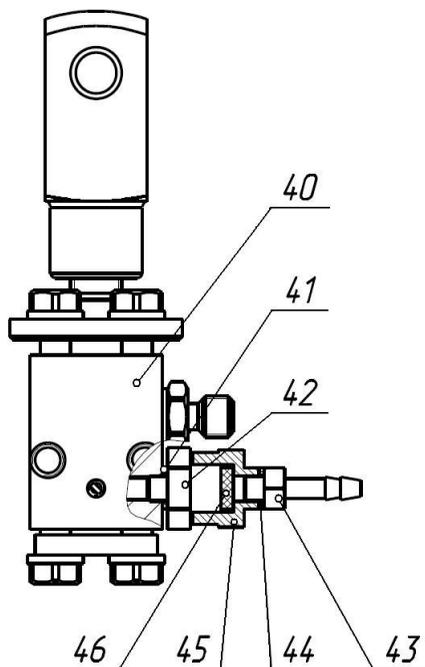

Рисунок 5 – Устройство фильтрующего блока насоса
При использовании трансформаторного масла по ГОСТ 10121 или ГОСТ 982 (или других масел вязкостью до 30сСт при температуре 20 °С) в качестве рабочей жидкости увеличивает вероятность загрязнения фильтрующего элемента (поз. 46, рисунок 5), что приводит к затрудненной работе насоса (таблица 1, неисправность 2).
– снять полиуретановую трубку со штуцера насоса (поз. 43, рисунок 5);
– выкрутить фитинг (поз. 42, рисунок 5) с уплотнительной прокладкой (поз. 46, рисунок 5) из корпуса насоса (поз. 40, рисунок 5);
– выкрутить фитинг (поз. 42, рисунок 5) из фитинга (поз. 45, рисунок 5) и заменить фильтрующий элемент (поз. 46, рисунок 5), который имеется в комплекте ЗИП.